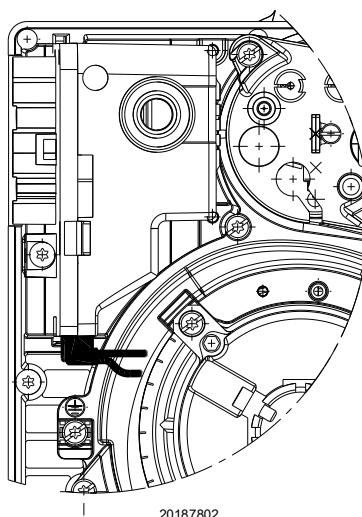

Fig. 19
- Comprobar que los conectores hayan sido conectados correctamente según los símbolos indicados en el fondo del equipo de control de llama: cerciorarse de que los conectores estén insertados a tope empujándolos hasta el fondo, cada uno en su propio alojamiento. Los cables de conexión de todos los conectores deben estar dirigidos hacia el interior del quemador (ver Fig. 19).